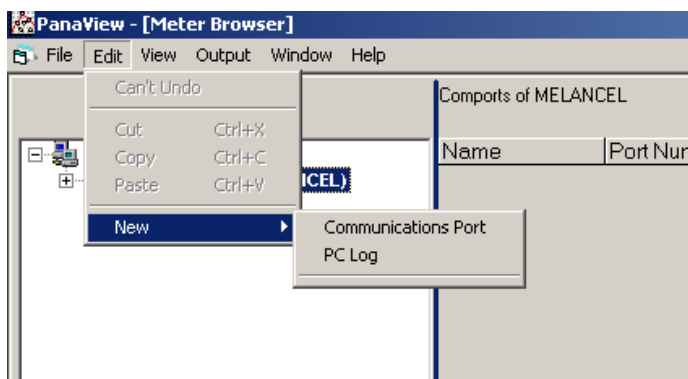

Рисунок 18: Меню Edit (Редактирование)
3. Выделите пункт «new» (новый) щелчком мыши, чтобы перейти в подменю с двумя вариантами (см. рис. 18).